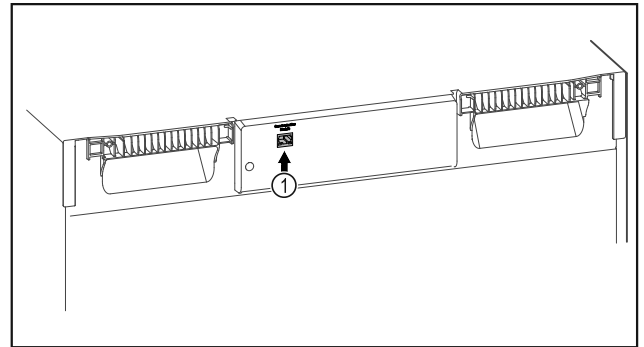

Fig. 154
- Le SmartModule Fig. 154 (1) est installé.